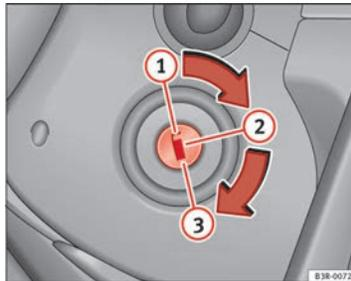

Fig. 137 Posiciones de la llave
- Gire la llave a la posición ① ⇒ fig. 137.